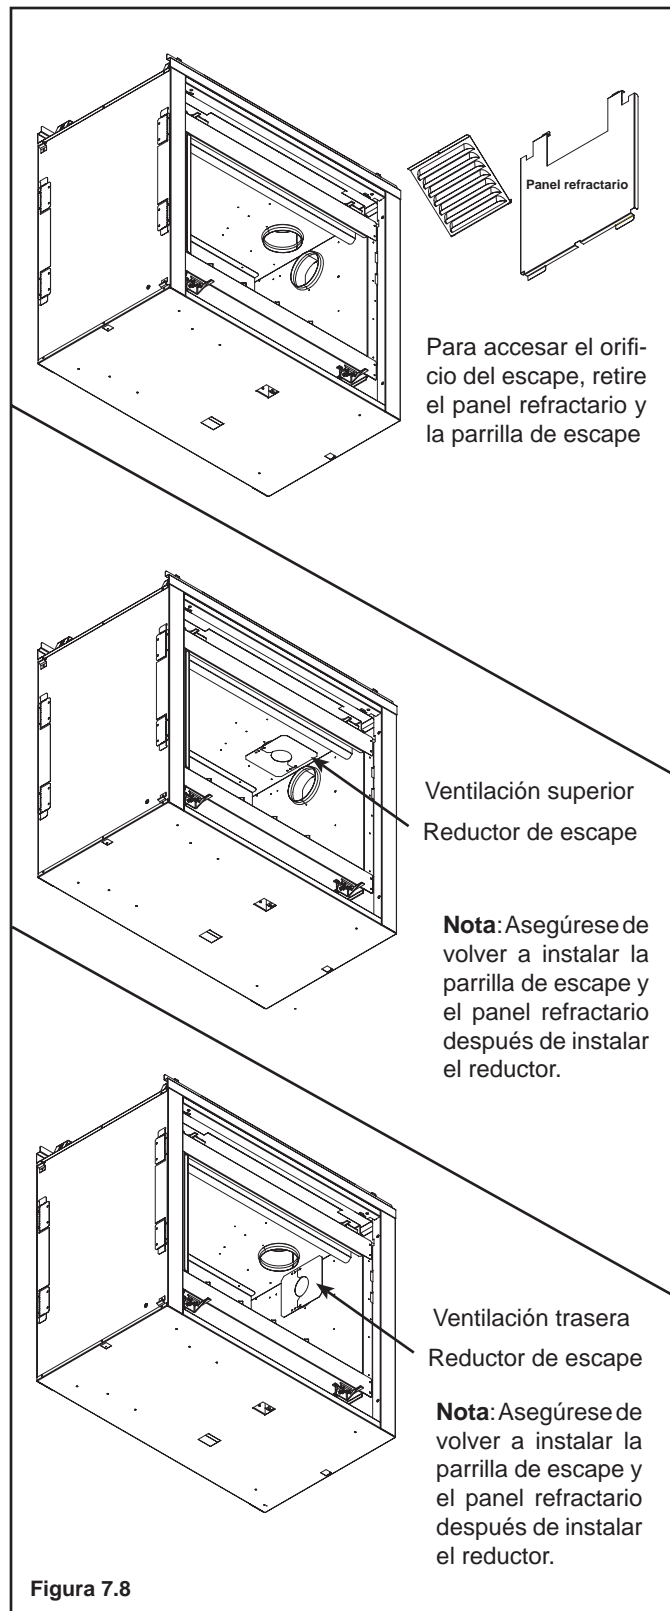

Figura 7.8
1. Retire el panel refractario y la parrilla de escape del lado donde se encuentra el piloto. Para retirar el panel refractario, utilice un aprietatuercas de 1/4 pulg. para retirar los dos tornillos que lo sostienen en su lugar. Para retirar la parrilla de escape, retire los tres tornillos que lo sostienen en su lugar. Consulte la Figura 7.8.
2. Quiebre el reductor de escape en dos partes. Usted puede hacerlo doblando la pieza de atrás para adelante hasta que se quiebre (vea la Figura 7.8).